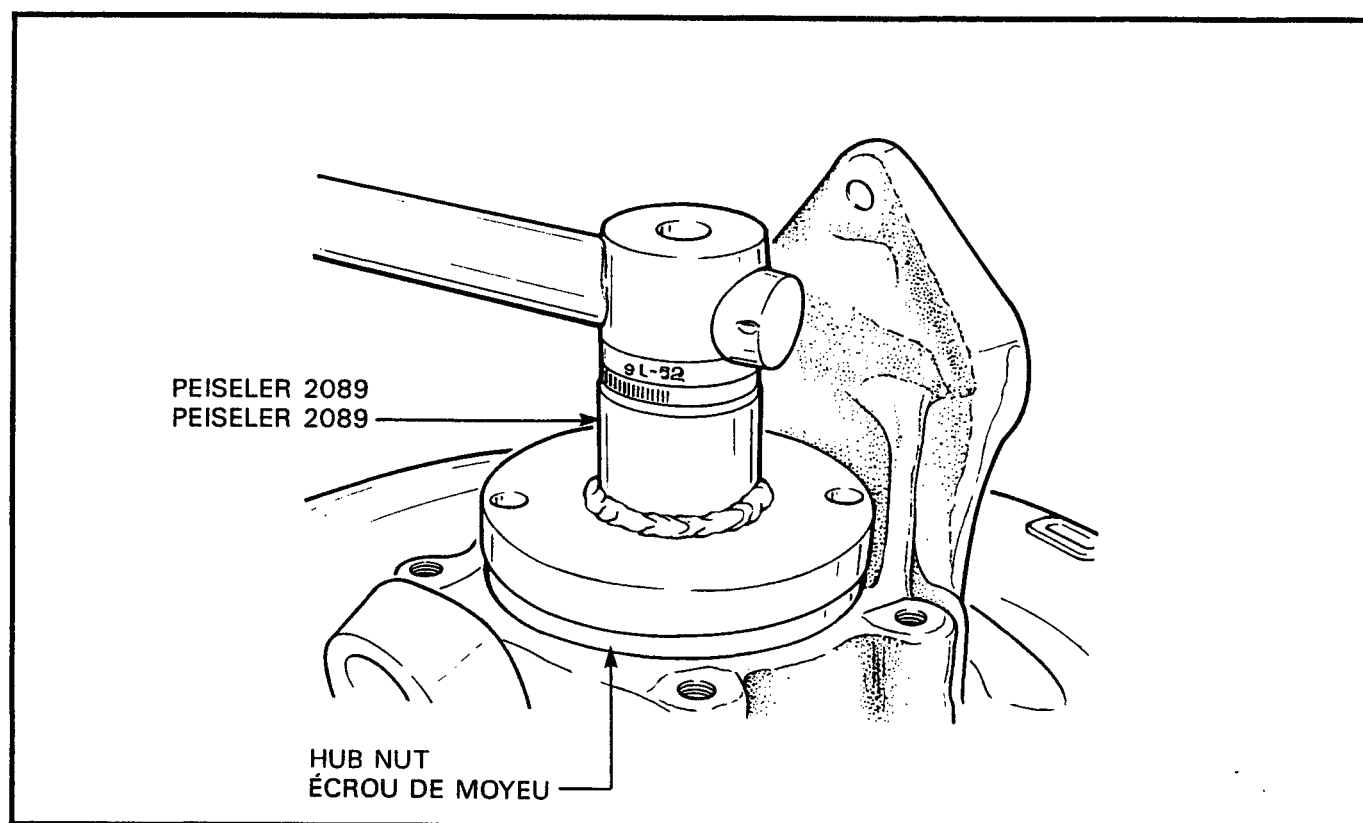

Figure 3-4-13 Removal of Hub Nut
(18) Ensure the steering arm will turn but does so stiffly.	(18) S'assurer que le levier d'attaque tourne, mais avec raideur.
t. Position hub nut tool PEISELER 2089 on the hub nut and remove the hub nut, see Figure 3-4-13.	t. Placer l'outil PEISELER 2089 sur l'écrou de moyeu, et enlever l'écrou de moyeu. Voir figure 3-4-13.